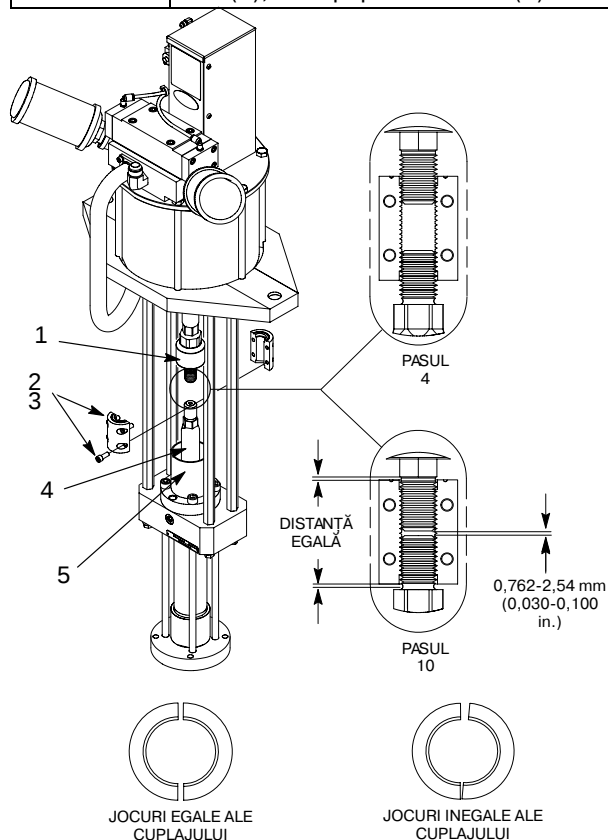

Figura 4 Montarea jumătăților cuplajului
OPRIT	NOTĂ: Jumătățile cuplajului sunt un set conjugat. Fiecare jumătate este ștanțată cu același număr de serie. 3. A se vedea Figura 4. Asigurați-vă de orientarea în sus a fiecărei jumătăți a capătului canelat. Poziționați ambele jumătăți (2) peste arborele cuplajului (1) și tija plunjerului (4), așa cum este prezentat. 4. Asigurați-vă că cele trei filete ale arborelui de cuplare și tija plunjerului sunt angrenate în cuplaj. Asigurați cuplarea jumătăților cu ajutorul șuruburilor de cuplare (3). 5. Asigurați-vă că supapa de aerisire de pe corpul pompei este deschisă și nu este obturată.